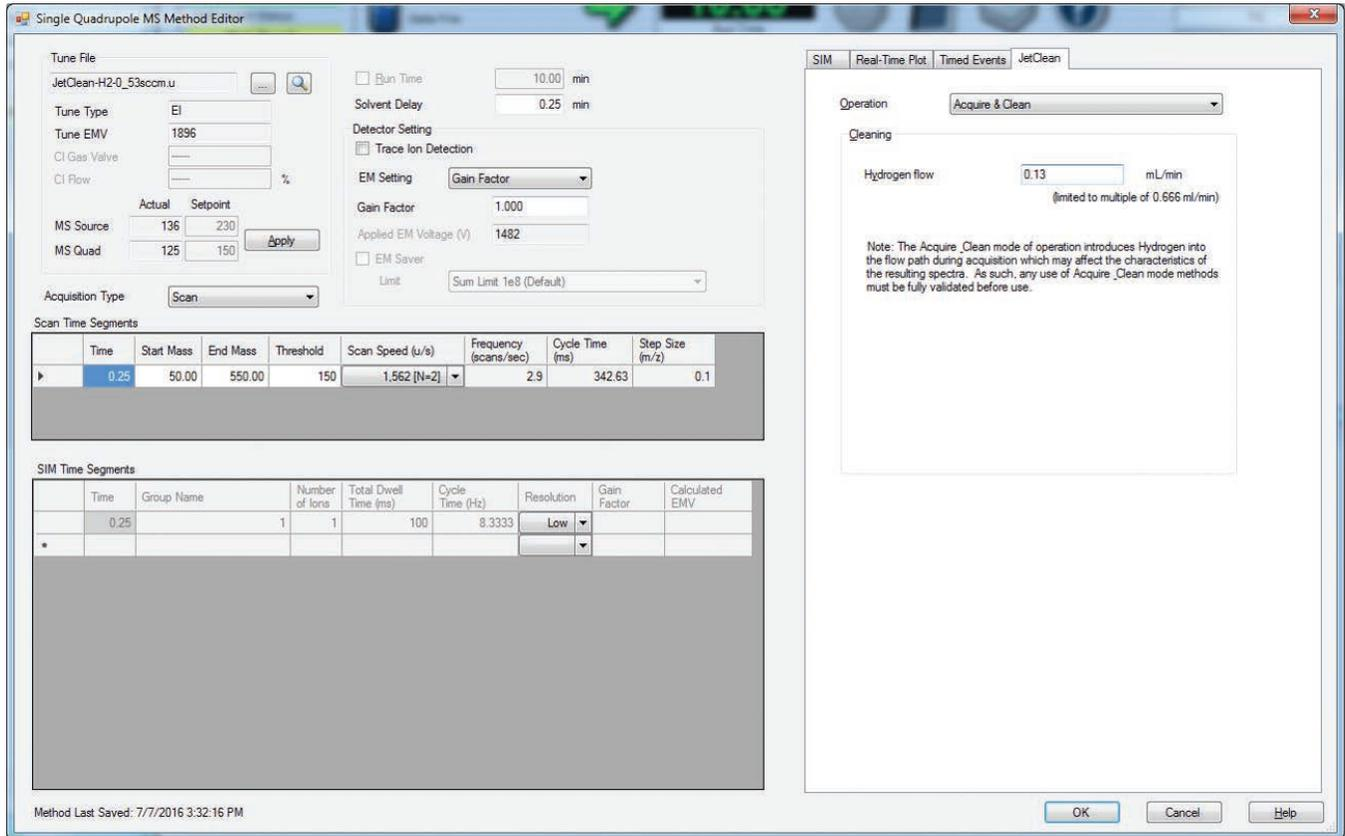

图 5. A) 采集与清洁三重四极杆。B) 采集与清洁单四极杆氢气流速设定值
在该方法中，针对样品采集开发的气相色谱方法参数在任何情况下均不改变，唯一的不同是加入流速极低的氢气。在质谱参数中选择并设置该低流速，然后保存方法。图 5 示出利用氢气进行同时采集操作的智氢洁离子源参数方法面板。氢气流速是需要设置的唯一参数。表 1-3 列出了所支持离子源这些设置的范围。智氢洁离子源参数方法面板中的氢气流速必须与仪器调谐过程中所用的流速一致。对于单四极杆 (SQ) 系统，必须使用 Tune MSD 而非 Atune。首先采用所选流速进行调谐以生成调谐文件，然后加载适当的调谐文件和面板上的流速设定值。为便于选择适当的调谐文件，调谐文件名称中包括氢气流速设置（如 Atune-H2-0_13sccm...），然后在开始调谐之前选择并保存该设置。如果调谐文件流速与方法流速设定值不一致，将出现警告。调谐报告引用了氢气流速设置。